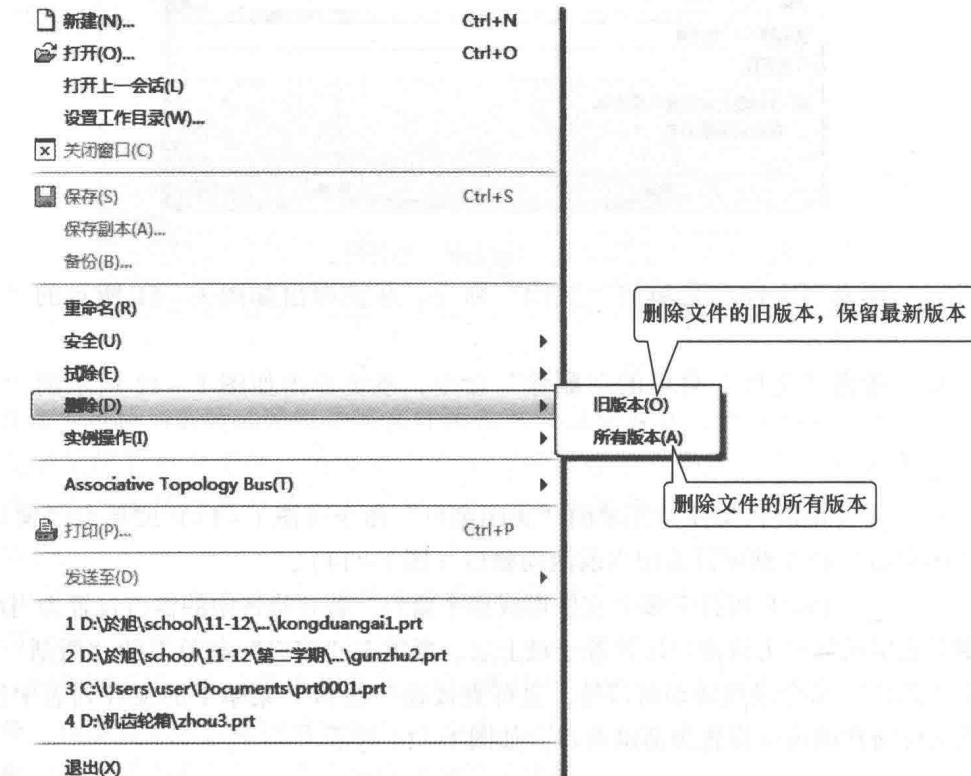

图 1-12 “删除”菜单
⑦ 删除。单击“文件”菜单的“删除”命令，系统弹出如图 1-12 所示的“删除”菜单。